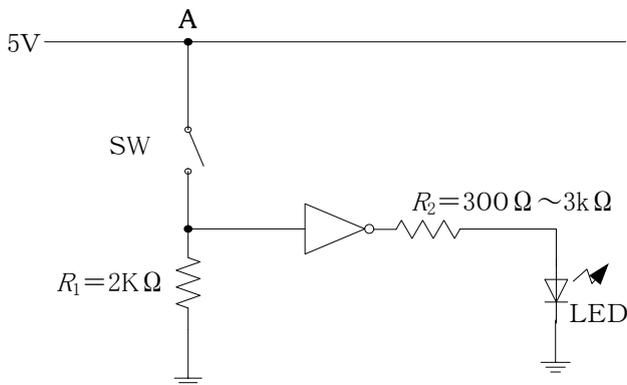

図5-3 否定(NOT)の回路図
- (1) 図5-3のように配線する。
- (2) 動作を確認して、結果を表5-3の真理値表に記録する。